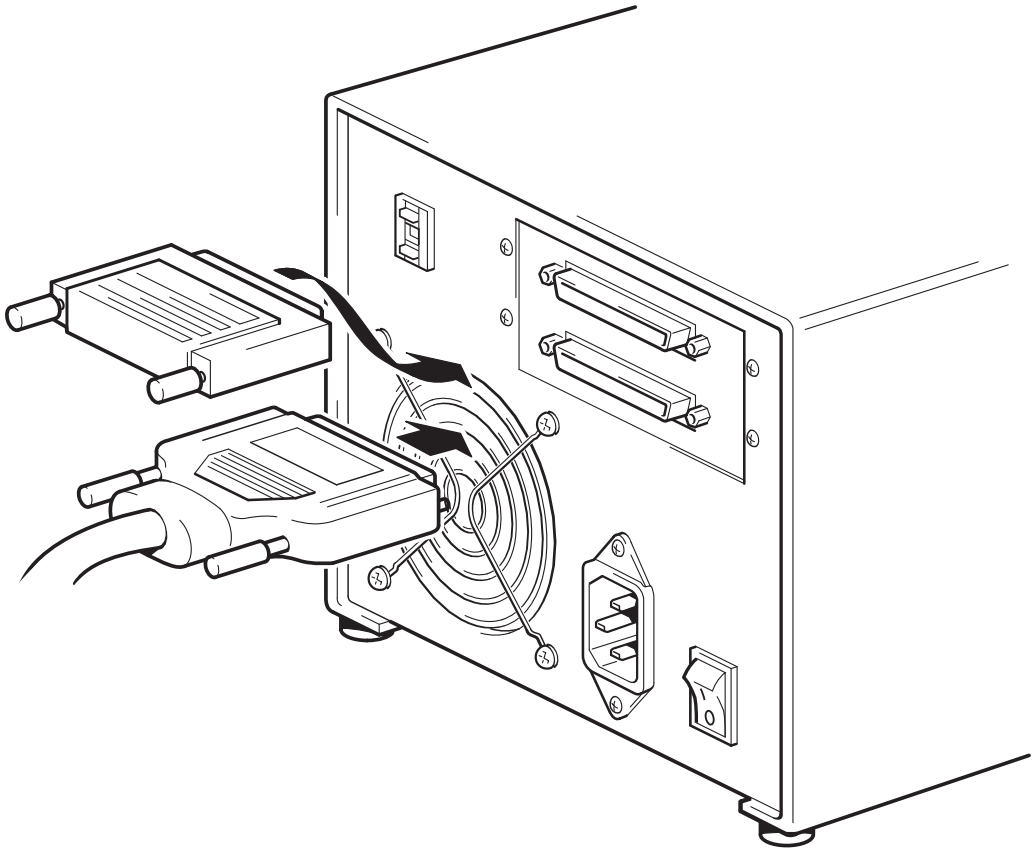

Abbildung 5: Anschließen des SCSI-Kabels
- 4 Schließen Sie den HD-Stecker des SCSI-Kabels an einen SCSI-Eingang auf der Rückseite des Bandlaufwerks an, und ziehen Sie die Schrauben am Anschluss an. (Siehe Abbildung 5)